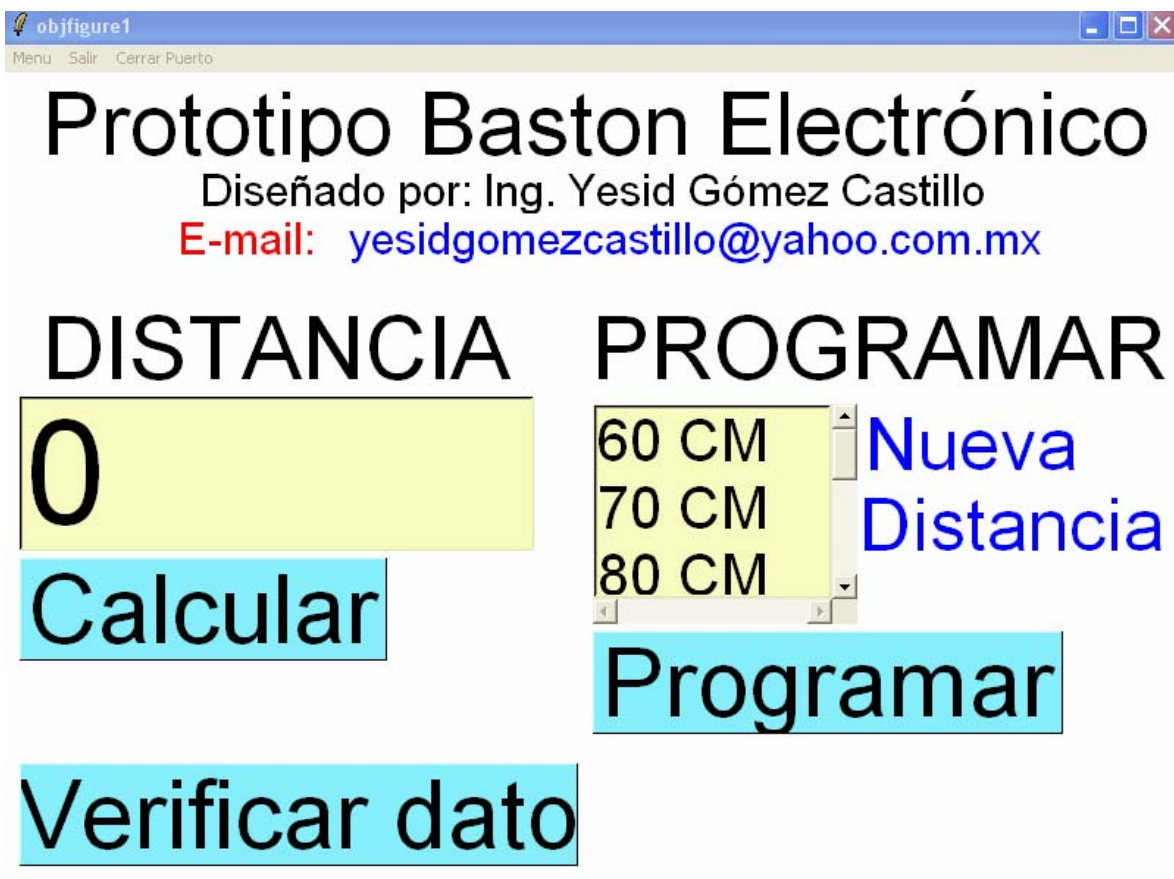

Figura 5: interfaz gráfica del prototipo.
Paso 3: en la ventana de *Scilab*, se hace clic en **File**, selecciona y hace clic en **Exec...** este proceso genera una nueva ventana, en la cual debe ubicarse el archivo principal del proyecto, en este caso dentro de la carpeta *Baston1* el archivo **Baston.sci**. Este proceso ejecuta el programa y abre la interfaz gráfica del mismo como se ve en la figura 5: